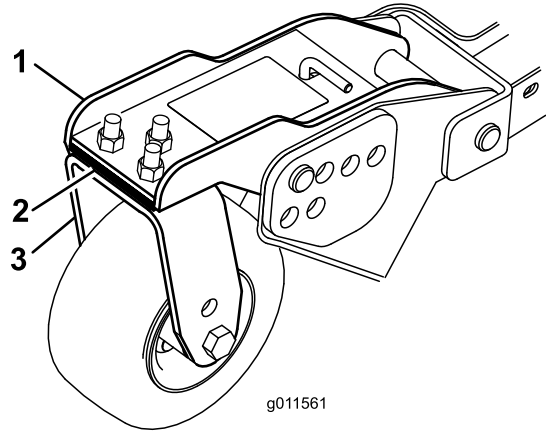

Figura 106
1. Retire os parafusos e as porcas que fixam o braço da roda à forquilha de roda (Figura 106).